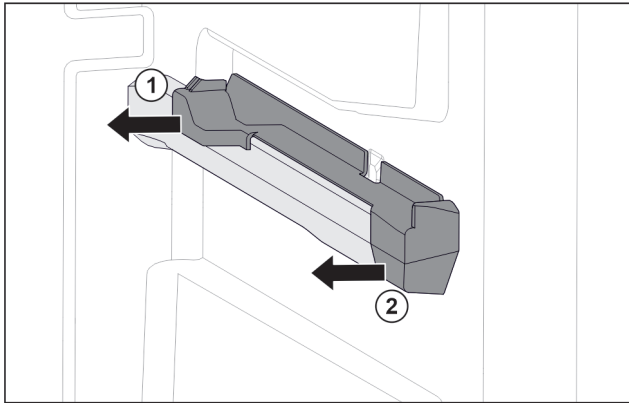

Fig. 97 Aufsteckteil auf der rechten Behälterrippe
- ▶ Aufsteckteil hinten zur Seite abziehen. Fig. 97 (1)
- ▶ Aufsteckteil vorne zur Seite abziehen. Fig. 97 (2)